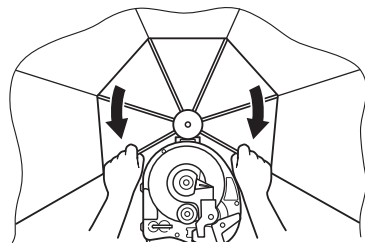

Fig. 19
(2) Ouvrir complètement la protection en déployant les bras comme indiqué ci-dessous, jusqu'au déclic. (Fig. 19)